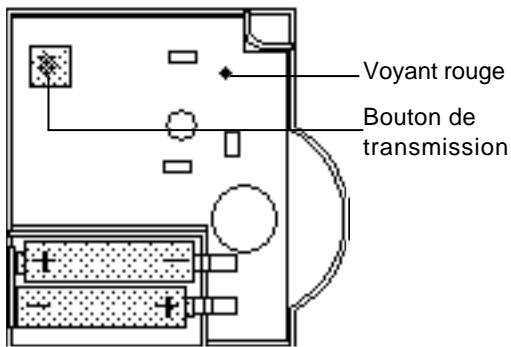

Figure 3 : Polarité des batteries et bouton de transmission
2. Insérer les batteries fournies. S'assurer que les batteries sont placées pour une polarité correcte (voir Figure 3). Si le voyant rouge du sélecteur de point de consigne distant clignote, il faut remplacer les batteries (voir "Remplacement des batteries").
4. Pour assigner la commande de point de consigne distant à une zone, suivre les instructions données au chapitre "Mise en service" des Instructions d'installation du récepteur ZAPP. Le bouton de transmission et le voyant rouge (voir Figure 3) de la commande de point de consigne distant sont utilisés pour cette procédure.
3. Insérer 2 batteries neuves (type LR6, AA ou AM3) de 1,5 V chacune (voir Figure 3).